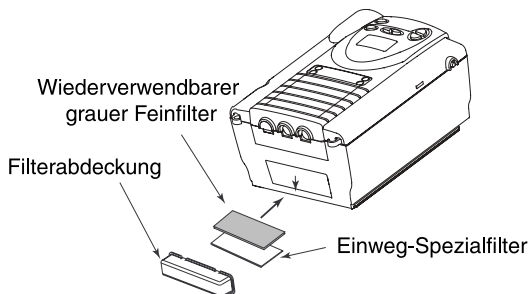

Abb. 5-1 Installation der Filter
2. Die Filter in den Lufteinlass an der Rückseite des Geräts schieben und wie in Abbildung 5-1 gezeigt nach unten in die Öffnung drücken.